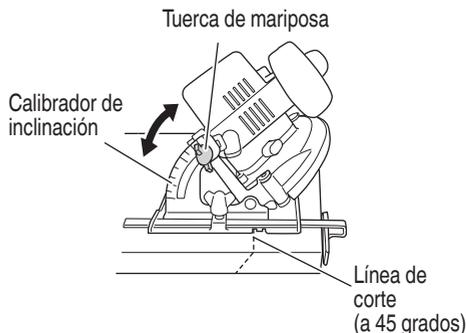
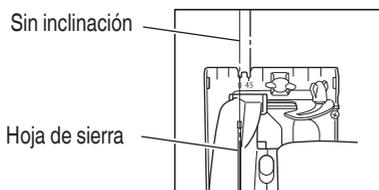
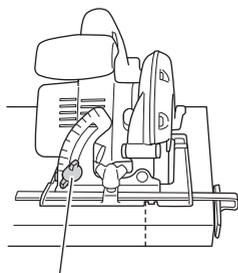

Fig. 15
Fig. 13 <Vista superior>
Fig. 14 <Sin inclinación>
(1) Coloque la base sobre el material, alinee la línea previamente marcada y la hoja de la sierra con la muesca de la parte frontal de la base (Fig. 13).
(2) Si la base no está inclinada, utilice el lado izquierdo de la muesca (Fig. 13, Fig. 14).
Si la base está inclinada (45 grados), utilice el lado derecho de la muesca (Fig. 13, Fig. 15).